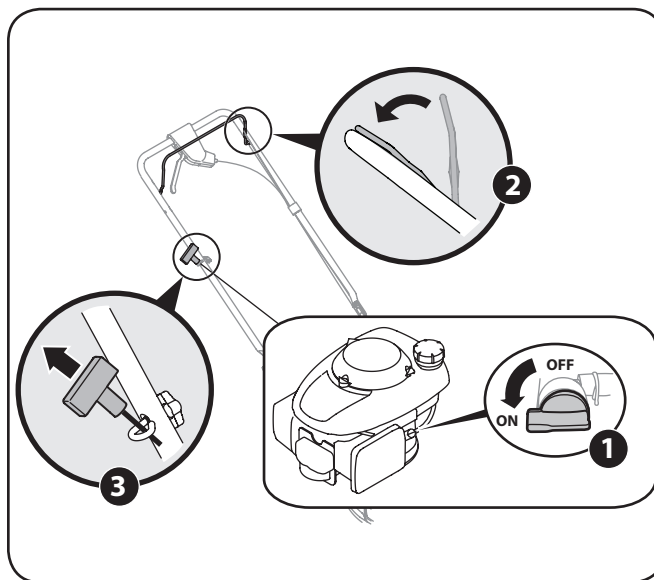

Figura 5-2
1. Coloque la palanca de la válvula de combustible (de ser equipado) en el lado izquierdo del motor en la posición de ON. Vea el inserto de Figura 5-2.
3. Sostenga firmemente las dos manijas juntas, tome la manija del arrancador de retroceso y tire de la cuerda para sacarla con un movimiento del brazo rápido, continuo y total. Vea la Figura 5-2. Mantenga firme la manija del arrancador, deje que la cuerda regrese lentamente al arrancador. Repita hasta que el motor esté en marcha. Deje que la cuerda se vuelva a enrollar lentamente.